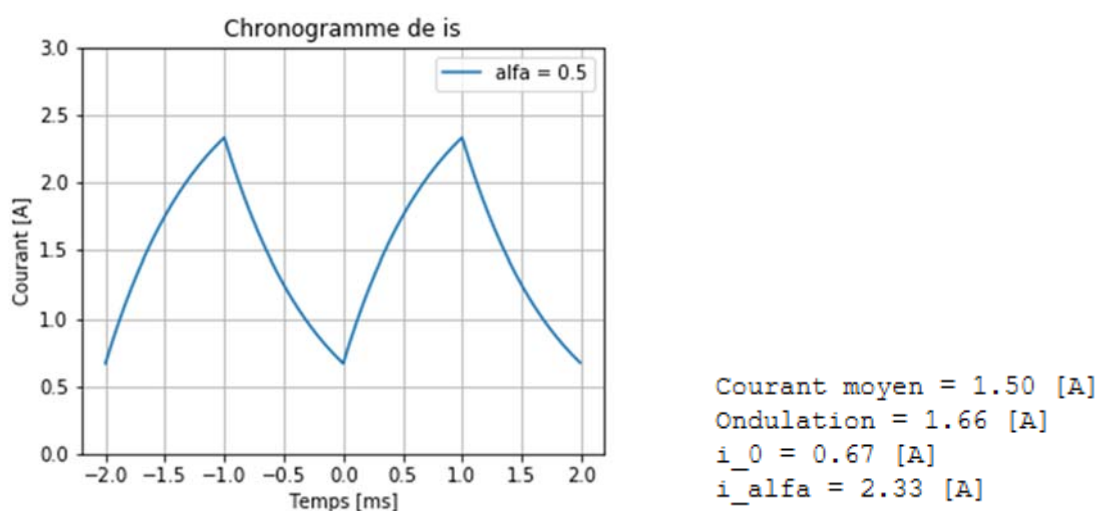

Figure 2 : Exemple de tracé du courant i_s et d'affichage de résultats
2. Tracer le courant pour les paramètres suivants : $U = 30 \text{ V}$, $R = 10 \Omega$, $L = 8 \text{ mH}$, $T = 1 \text{ ms}$, . Etudier l'influence du rapport cyclique α , de l'inductance et de la fréquence. La Figure 2 montre le genre d'affichage que le programme doit réaliser.